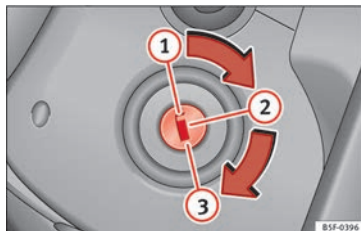

Fig. 156 Posiciones de la llave de contacto.
En esta posición » » » fig. 156 el encendido y el motor están desconectados, pudiéndose bloquear la dirección.
- Gire la llave de contacto hasta la posición  **fig. 156**  2. El testigo  se encenderá en caso de precalentamiento del motor.
- Gire la llave de contacto a la posición **» fig. 156 ①**.